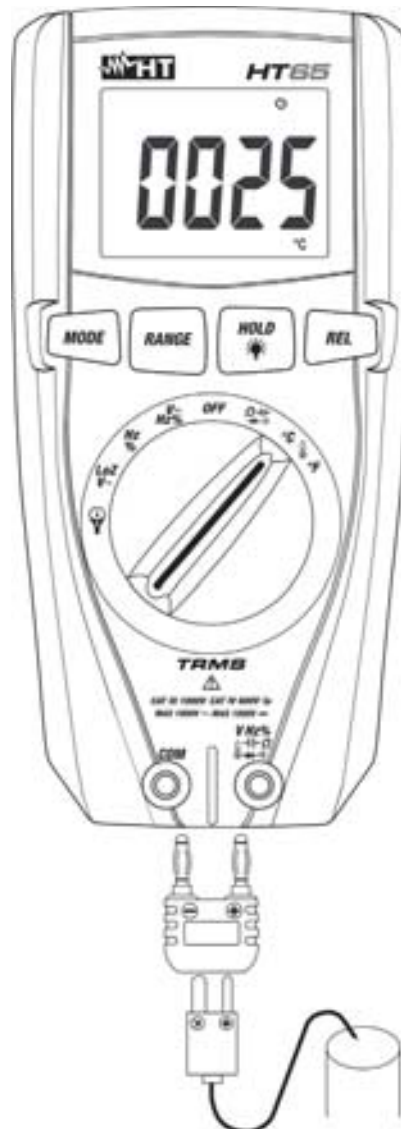

Fig. 9: Utilisation de l'instrument pour mesure de Température
2. Insérer l'adaptateur fourni dans les bornes d'entrée $\text{V}\Omega\text{Hz}$ (polarité +) et **COM** (polarité -) (voir Fig. 9)